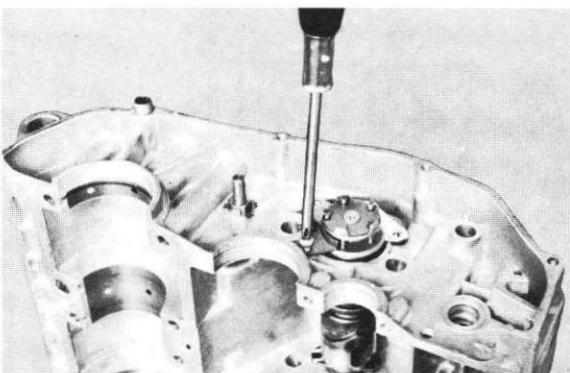

Fig. 4-15-2
- 1) Remove the Phillips-head screws holding the change lever guide, and then the change lever guide. (Fig. 4-15-2)
- 1) Retirez les vis à tête Phillips qui retiennent le guide du levier de changement de vitesse et enlevez ce guide. (Fig. 4-15-2)
- 1) Schalthebeführung durch Lösen der Kreuzschlitzschrauben (Imbusschrauben) demontieren. (Abb. 4-15-2)